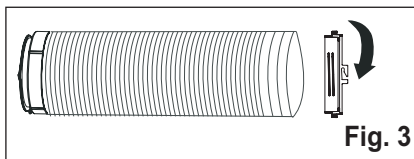

Fig. 3
2. Allungare l'altra estremità del tubo flessibile e avviarla sull'adattatore B (fig. 3).